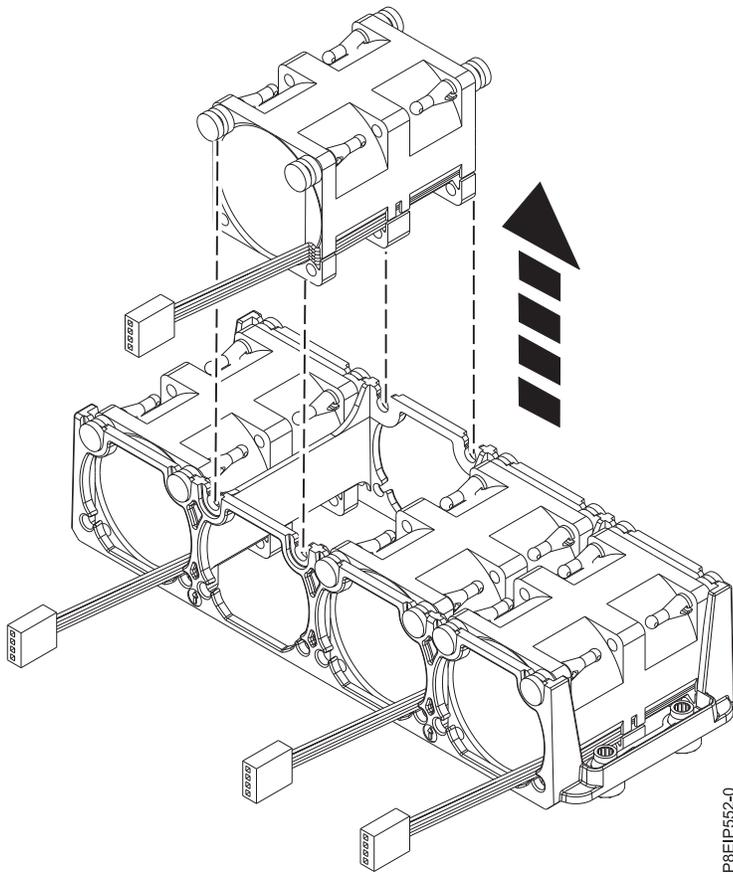

Figura 12. Extracción de un ventilador
4. Levante el ventilador del receptáculo como se muestra en la Figura 12 en la página 16.